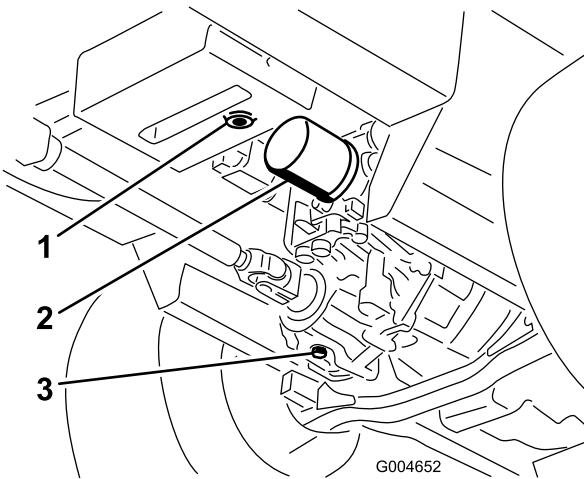

Figura 70
- Coloque um recipiente grande sob o reservatório hidráulico e cárter da transmissão e retire os bujões, drenando todo o fluido hidráulico (Figura 70).
- Limpe a zona em redor do filtro de óleo hidráulico e retire-o (Figura 70).